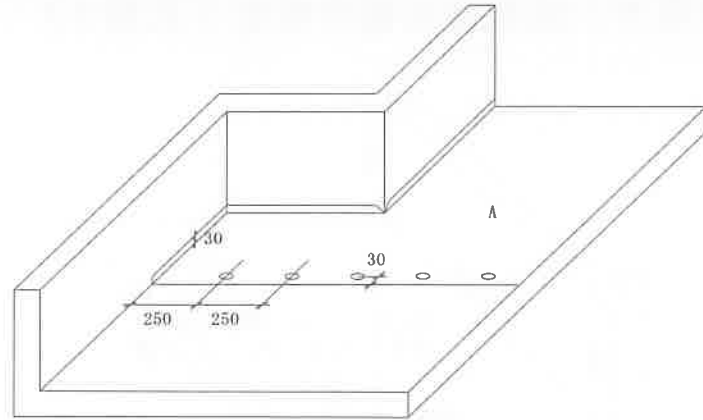

图 3 平面卷材翻边及搭接边固定
(1) PVC 防水卷材竞赛技术说明
- ① 模具平面有排水坡度标识，卷材应顺水搭接。
- ② 卷材铺贴区域为模型的大平面、立面，除立面金属压条收头外，其他边卷材与模型临边齐平。
- ③ 模板立面已涂刷胶粘剂，可作卷材操作临时固定，现场不提供胶粘剂。
- ④ 卷材采用单缝焊接，T 型接缝不需要打补丁和刮刀修边。
- ⑤ 基层立面已涂刷胶粘剂，可以采用热风枪加热粘接卷材。
- ⑥ 所有平面卷材采用 1.5mm 厚 P 类 PVC 防水卷材。平面卷材上翻至立面 30mm（图 3）。竖向阴角多余部分剪除，竖向阳角可留有缺口。
⑦平面 A 块卷材应采用 C 型垫片和 SW 螺钉固定，垫片中心距卷材边为 30mm，间距 250mm，以水平阴角为起点排距（见图 3）。